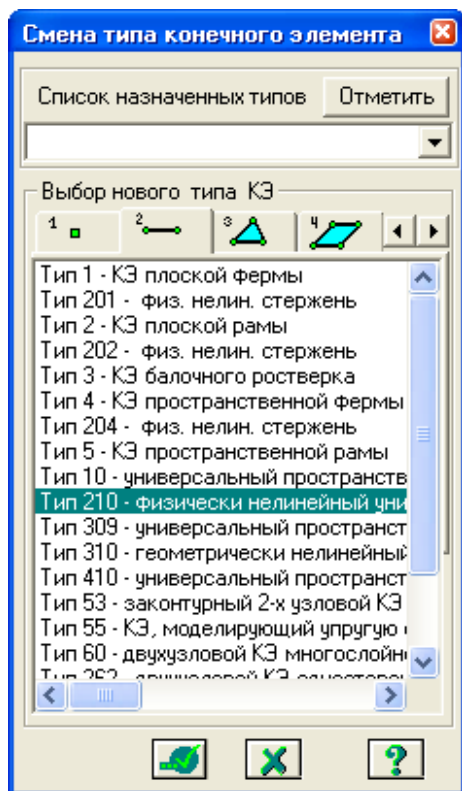

Рис.7.17. Диалоговое окно Смена типа конечного элемента
- В диалоговом окне **Смена типа конечного элемента** (рис.7.17) с помощью курсора выделите строку **Тип 210 – физически нелинейный универсальный пространственный стержневой КЭ**.